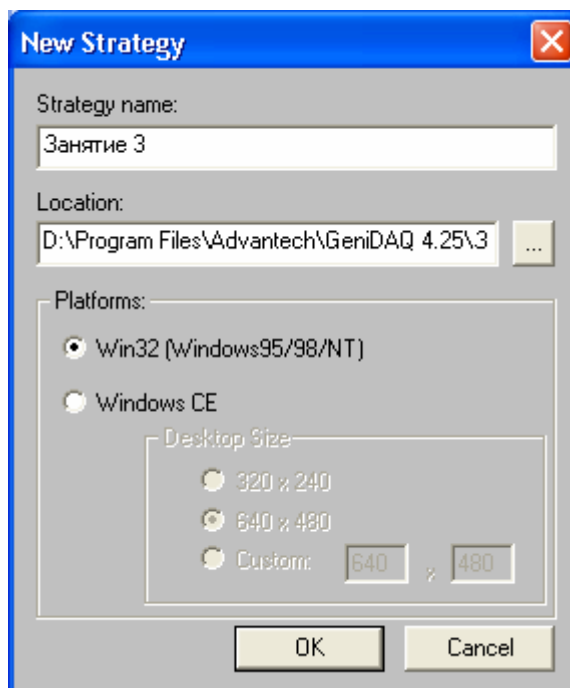

Рис. 4.29. Конфигурирование параметров стратегии
1. Выполните *первое действие* из занятия 1. Создаваемое приложение настройте в соответствии с рис. 4.29.